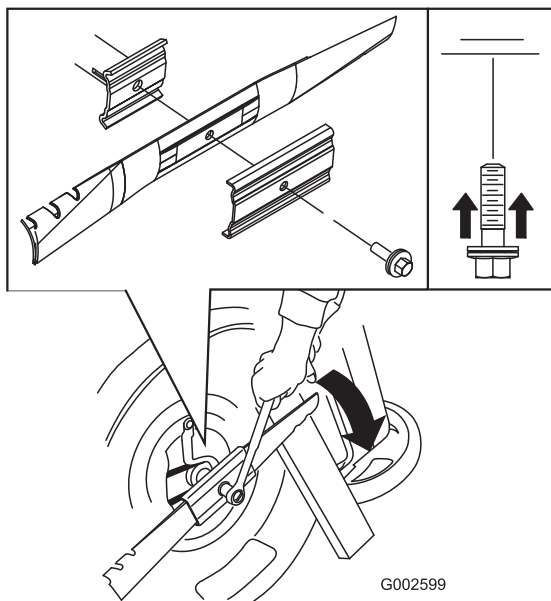

Figure 18
- Montez une lame neuve (tournez le boulon de la lame dans le sens horaire) et toutes les fixations (Figure 18).